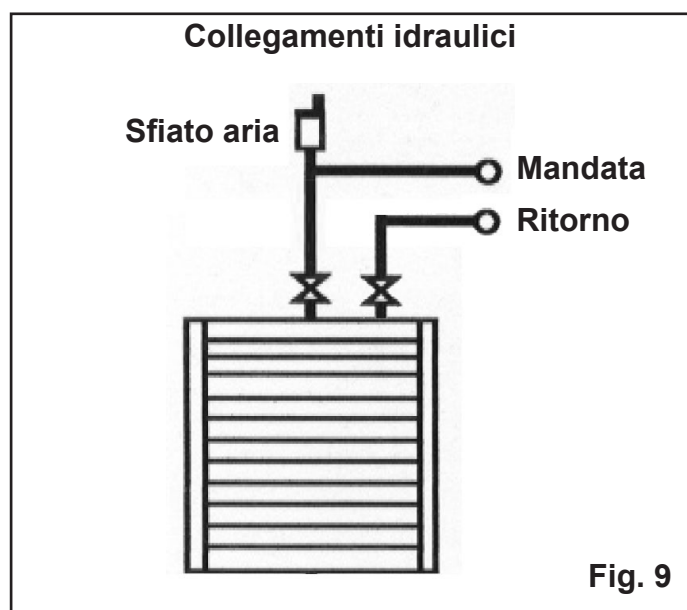

Fig. 9
- Realizzare i collegamenti idraulici come illustrato nella fig. 9.